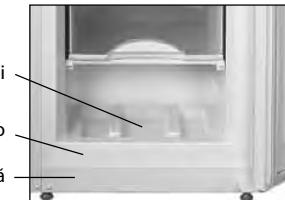

Figura 5 – Colectarea apei
4.1 În timpul dezghetării congelatorul, apa care apare când se topește stratul de zapadă trebuie să fie ștersă din zona de scurgere cu un material absorbant în conformitate cu Figura 5. Apoi congelatorul trebuie să fie spălat și șters bine.
ATENȚIE! Nu permiteți scurgerea apei în timpul dezghetării și curățării congelatorului. Dacă apa ajunge la consola frontală a carcasei interne și externe, vezi Figura 5, aceasta poate provoca coroziunea exteroară a congelatorului și a pieselor de congelare automate, cît și perturbarea materialelor de izolare, ceea ce duce la formarea fisurilor interne și la eșecul congelatorului.